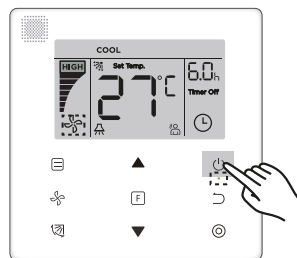

Figura 14
1. Pressione o botão (liga/desliga), o indicador de operação “●” no controlador conectado se acenderá, enquanto o ícone de liga/desliga “” da unidade interna na tela girará para indicar que a unidade interna começou a funcionar. (consulte a Figura 14)